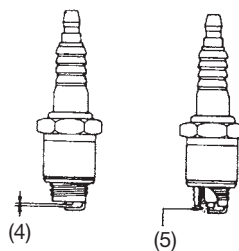

Fig. 10
- 2) Eliminare raschiando il carbone dall'interstizio degli elettrodi della candela. (L'interstizio standard è di 0,60 mm o 0,023 pollice). (Fig. 10).